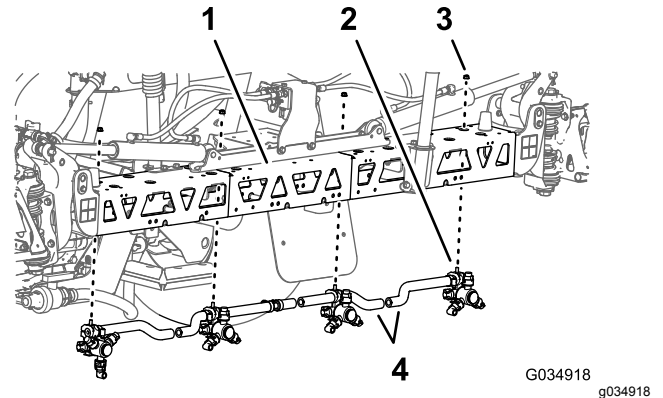

Рисунок 68
6. Отверните фланцевую контргайку (5/16 дюйма), которая крепит распылительное сопло к опоре сопла (Рисунок 68).